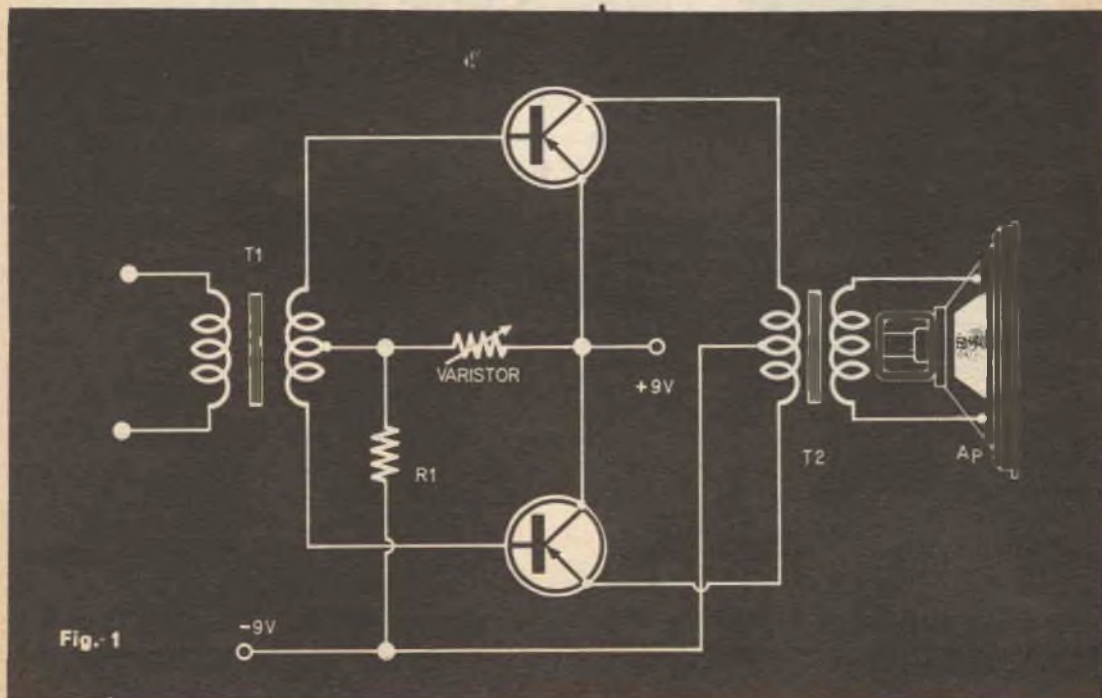

Fig. 1
Fig. 1: Ecco i principali circuiti che differenziano un televisore a colori da uno in bianco e nero: il resto dell'apparecchio è quasi identico ad uno monocoloro.
**G**li amplificatori che con pochi transistori riescono ad erogare una notevole potenza sono sempre stati i grandi favoriti degli amatori, come, ad esempio, il circuito che appare alla fig 1, vero «classico delle realizzazioni dilettantistiche, a suo tempo descritto da quasi tutte le riviste tecniche e senz'altro conosciuto dai nostri lettori.
SCHEMA ORIGINALE (FIG. 1)